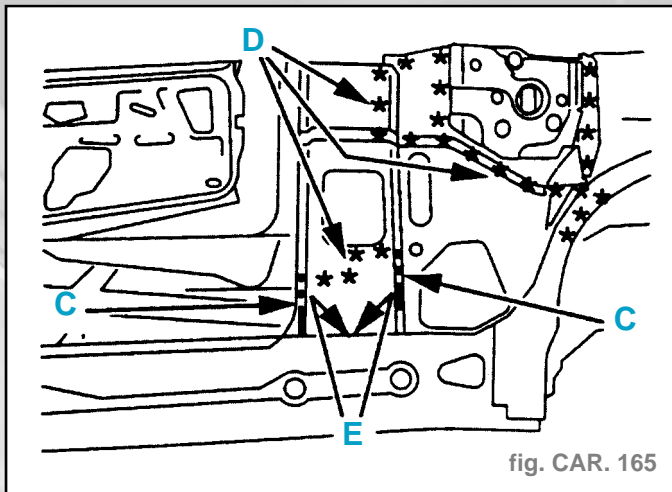

fig. CAR. 165
- Découper à l'aide d'une meule épaisseur **6 mm** (suivant C) (fig. CAR. 165).